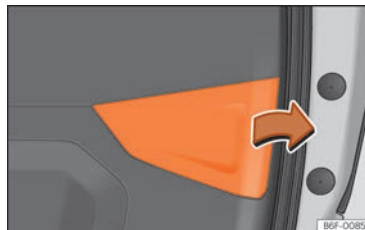

Fig. 172 Portón trasero abierto: retirar la tapa.
- Retire la tapa del portón en la dirección de la flecha >>> fig. 172.